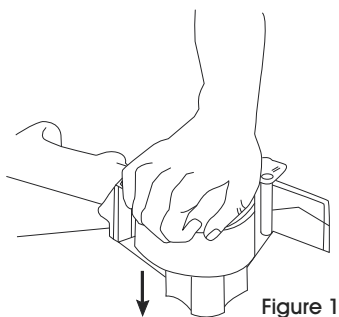

Figure 1
1. Place dispenser on flat surface. Push tape roll fully onto dispenser. Be sure tape unwinds with sticky side down. (See Figure 1)
- Déposez le dévidoir sur une surface plane. Installez le rouleau de ruban adhésif sur la roue du ruban en poussant celui-ci vers le bas. Assurez-vous que le côté adhésif du ruban est orienté vers le bas en le déroulant. (Voir Figure 1)